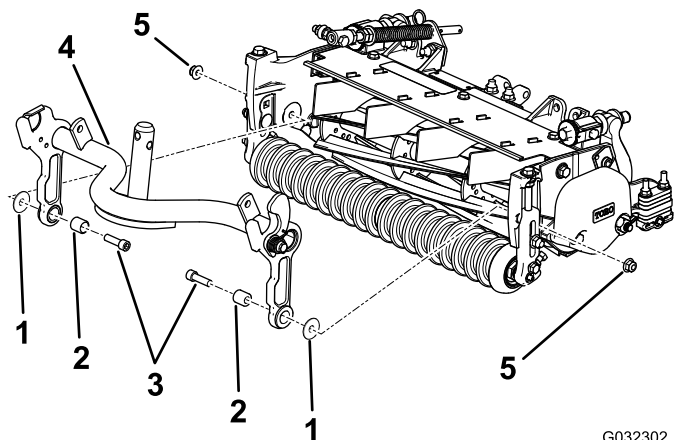

Figura 5
2. Nos mesmos locais, instale um parafuso ($\frac{3}{8}$ x $1\frac{1}{4}$ pol.), um novo espaçador e a anilha removida previamente e prenda-os utilizando a porca fornecida no kit (Figura 5).